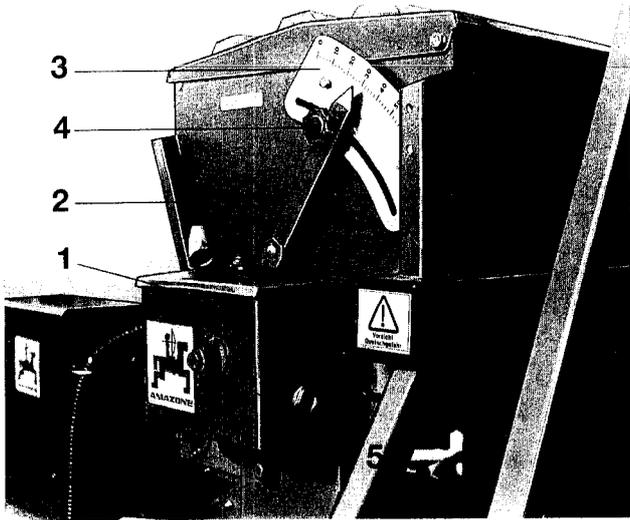
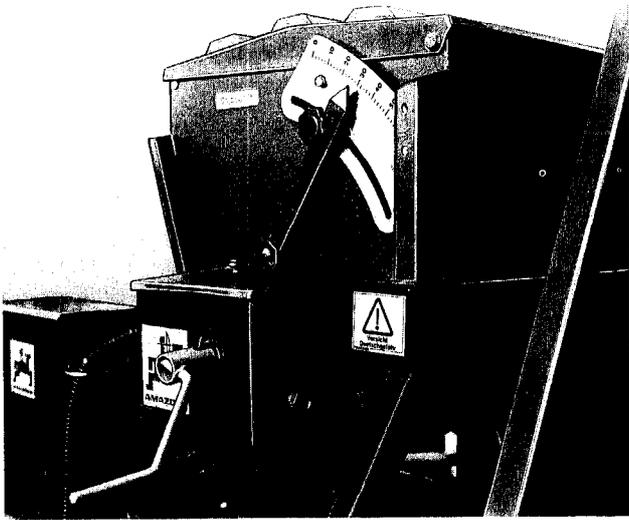

Fig. 62
Fig. 64
AMAZONE AIRPLANTER mit Reihendüngerstreuer sind mit einem Einstellgetriebe (Fig. 62/1) ausgerüstet, mit dessen Einstellhebel (Fig. 62/2) die Drehzahl der Dosierwelle (Fig. 60/1) und damit die Düngerausbringmenge stufenlos einstellbar ist. Diese Einstellung erfolgt anhand der Düngerstreutabelle (Fig. 65), wobei für die gewünschte Düngerausbringmenge drei verschiedene Einstellungen vorzunehmen sind:
Die auszubringende Düngermenge ist durch Verstellen des Getriebestellhebels (Fig. 62/2) veränderbar. Je höher die Zahl auf der Skala (Fig. 62/3) gewählt wird, desto größer wird die Düngerausbringmenge. Die Einstellung des Getriebes wird in folgender Weise durchgeführt:
- Drehknopf (Fig. 62/4) durch linksdrehen lösen.
Bei der Abdrehprobe wird die Getriebeeingangswelle (Fig. 62/5) mittels der Abdrehkurbel (Fig. 64/1) in Pfeilrichtung gedreht und die Fahrt auf dem Feld nachempfunden und überprüft, ob bei der späteren Düngerausbringung die gewünschte Düngerausbringmenge ausgebracht wird.
Entspricht die während der Abdreprobe ermittelte Düngerausbringmenge der gewünschten Düngerausbringmenge, kann mit den Säarbeiten begonnen werden. Entspricht aufgefangene Düngermenge nicht der gewünschten, über Getriebeeinstellhebel (Fig. 62/ 2) eine entsprechende Korrektur der Düngerausbringmenge vornehmen. Neue Getriebeeinstellung durch neue Abdreprobe überprüfen.